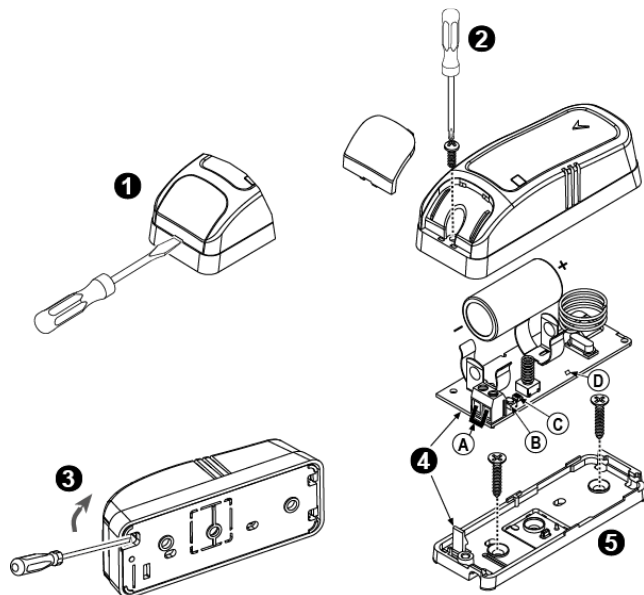

Abb. 2. Befestigen des Melders
Eine Sabotagemeldung wird ausgelöst, sobald der Deckel des Melders entfernt wird (siehe Abb. 2).
2. Die Batterie ist mit der richtigen Polarität zwischen die Batteriekontakte einlegen (siehe Abb. 2). **Um einen ordnungsgemäßen Betrieb zu gewährleisten, dürfen nur Lithiumbatterien (Typ CR-2 oder gleichwertiger Batterie) verwendet werden.**
Öffnen Sie zum Einleiten des Tests das Gehäuse (siehe Abb. 2).